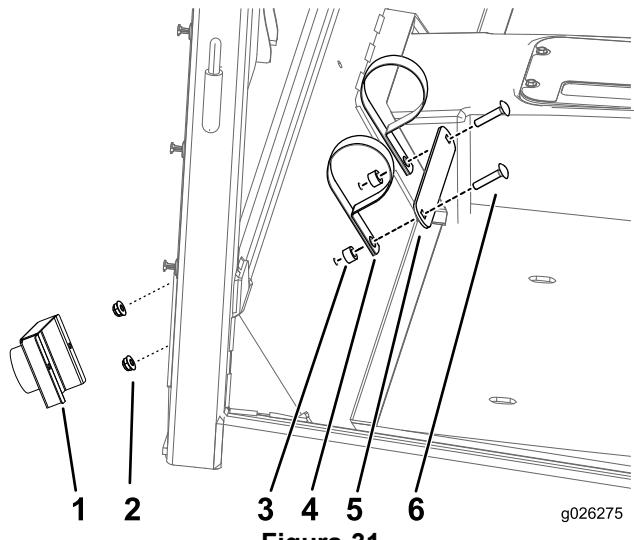

Figura 31
1. Instale o tubo do manual do utilizador como se mostra na Figura 31.